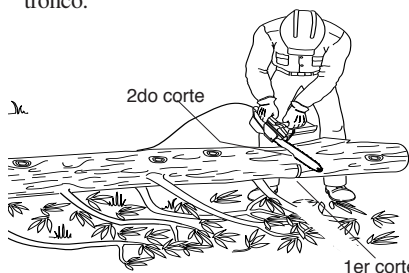

Figura 15 - rozado del tronco apoyado sobre un soao extremo
1. Haga el primer corte del lado inferior del tronco (vea la Figura 15). Utilice la parte